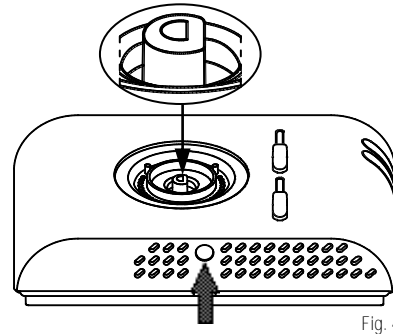

Fig. 4
- 3** Spingere, con l'aiuto di un cacciavite, la linguetta plastica situata nella feritoia in basso fino a sollevare leggermente la calotta (Fig. 4).
Push the plastic tab in the lower slot using a screwdriver, slightly lifting the cover (Fig. 4).